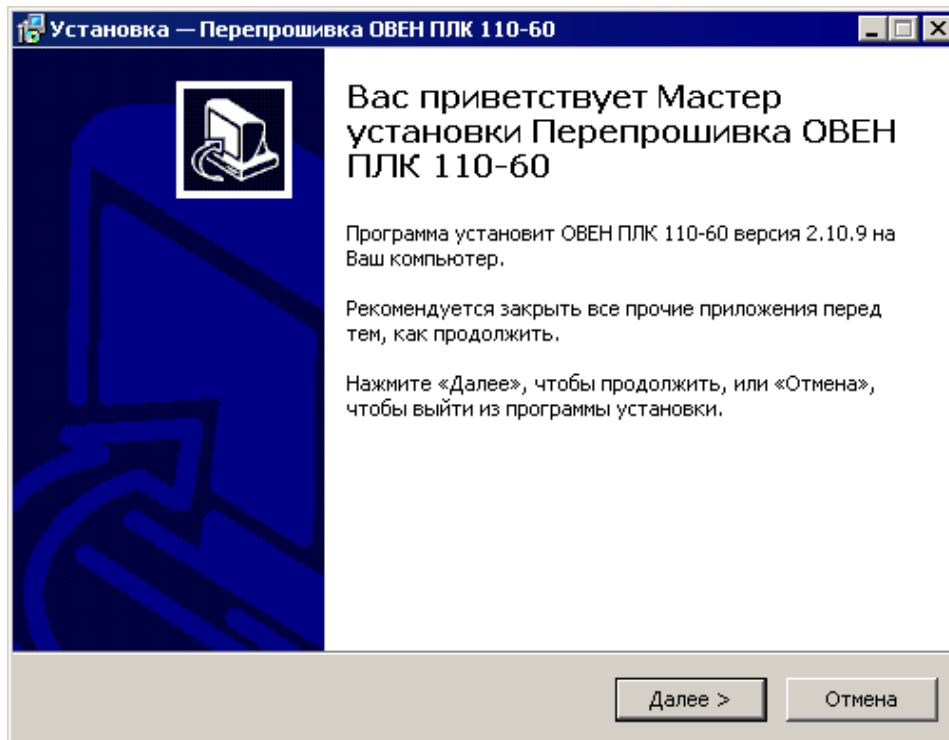

Рисунок 10.8 – Окно программы смены прошивки (ПО микроконтроллера)
- 2) Запустить программу смены прошивки (ПО микроконтроллера) – например, щелчком на ярлыке программы (). В открывающихся окнах программы – выполнять действия, описание которых приведено в окне. Например, см. рисунок 10.8.